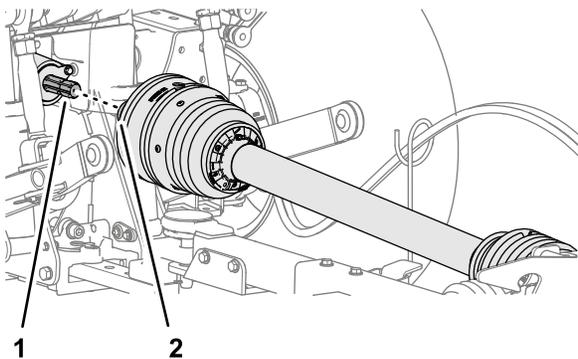

図 24
- PTO 駆動シャフトのクイックコネクトカップリングを、PTO の出力シャフトに合わせる 図 24。